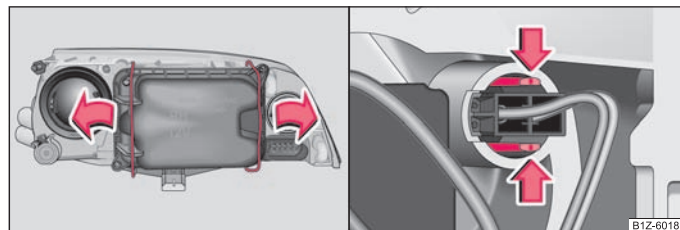

Fig. 148 Desmontaje de la tapa para las lámparas de la luz de posición y de cruce/Desmontaje de la bombilla para la luz de posición
- Presione el estribo de alambre hacia un lado en el sentido de la flecha y desmonte la cubierta ⇒ fig. 148 - lado izquierdo.
- Presione las lengüetas en el sentido de la flecha y saque el portalámparas con bombilla de la luz de posición ⇒ fig. 148 - lado derecho.